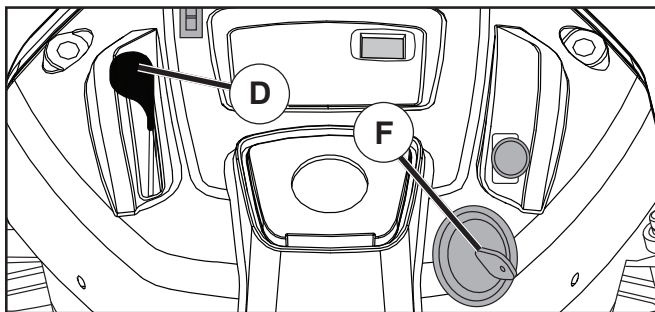

Fig. 9
POUR UTILISER LA COMMANDE DES GAZ (D) (Voir la Fig. 9)